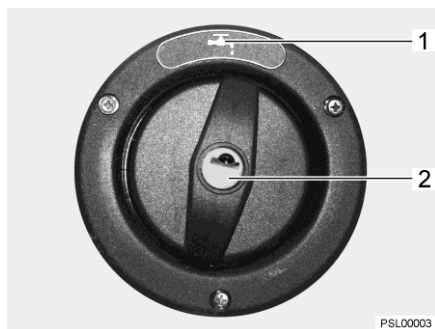

Bild 87 Locket för påfyllningsöppningen för dricksvatten
Påfyllningsöppningen för dricksvatten är märkt med symbolen  (Bild 87,1). Locket låses och låses upp med nyckeln till de utvändiga låsen (utvändiga luckorna).
- Stick in nyckeln i låscylindern (Bild 87,2) och vrid ett kvarts varv moturs.
- Öppna påfyllningsöppningen för dricksvatten (Bild 87).